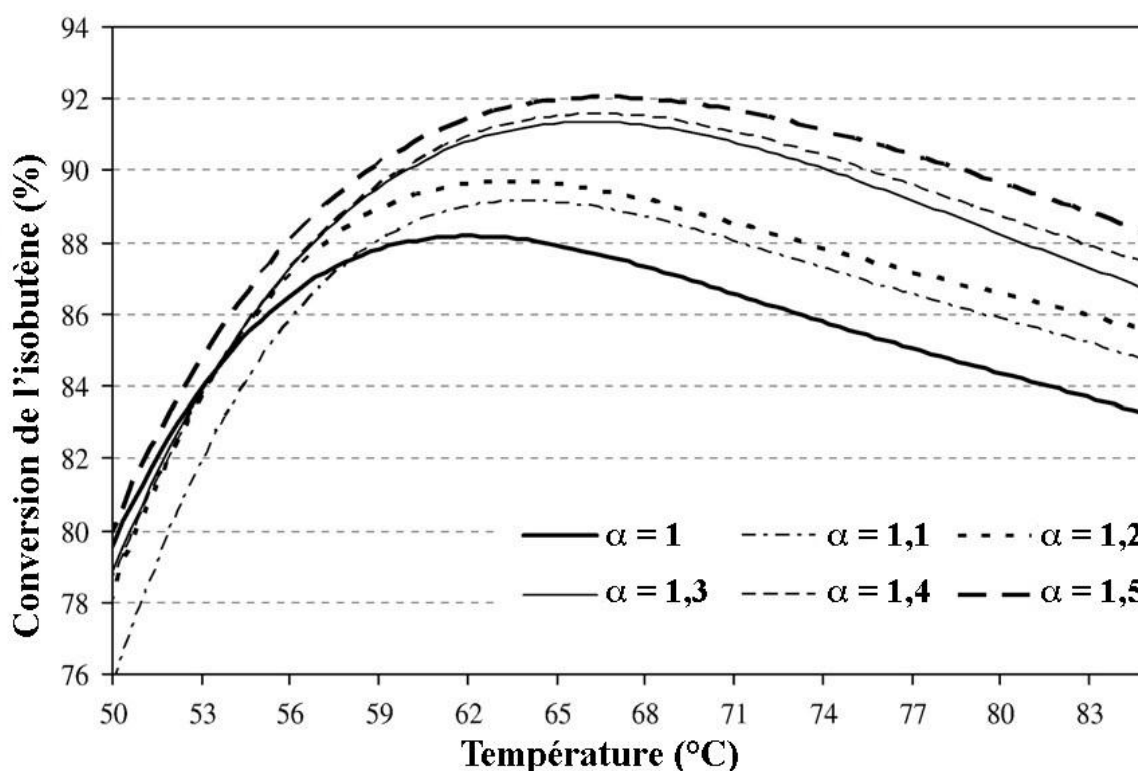

Figure 1 : évolution du taux de conversion de l'isobutène (en pourcent) en fonction de la température du réacteur et de l'excès initial en éthanol
5. On rappelle que dans un mélange liquide idéal, les activités sont assimilées aux fractions molaires. On note ξ l'avancement en mole de la réaction (1) à un instant quelconque. Expliciter, en fonction des paramètres introduits, le quotient de réaction Q de la réaction (1). Il est conseillé d'écrire un tableau d'avancement.
9. On donne sur la *figure 1* l'évolution du taux de conversion de l'isobutène en fonction de la température pour un système semblable à celui de l'étude précédente. Préciser quelle partie de ces courbes est en accord avec l'étude précédente, en justifiant cet accord.